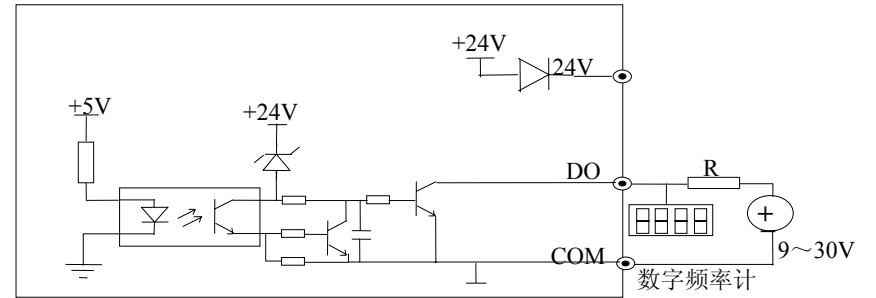

图 2-29 多功能输出端子数字脉冲输出连接方式2
4) 多功能输出端子/数字脉冲频率输出DO作为数字脉冲频率输出时也可使用外部电源，9~30V，接线方式请参见图2-29。